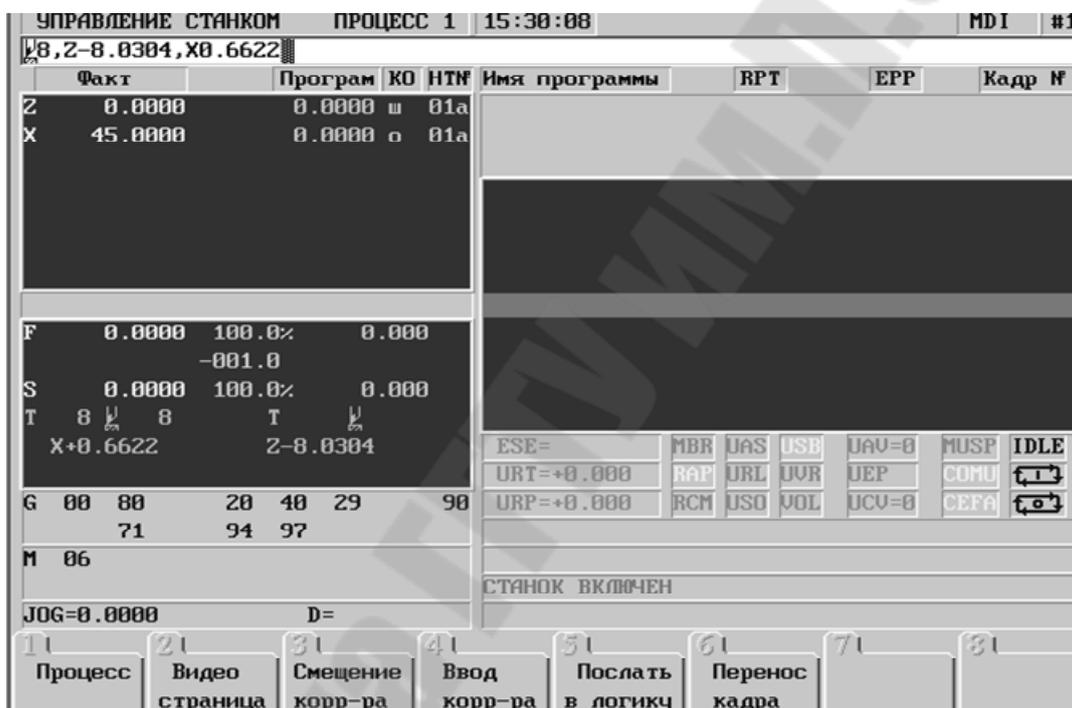

Рис. 7.14. Ввод корректоров клавишей «Ввод корректора»
**Первый способ.** Можно это сделать, нажав клавишу F4 меню «Ввод корректора» в режиме «Управление станком», коснувшись резцом диаметра «45 мм», внести значение  $\mu$  8,X0.6622 и нажать кнопку «ENTER». Затем коснуться резцом торца детали, внести значение  $\mu$  8,Z-8.0304 и нажать кнопку «ENTER», соблюдая процедуру, описанную выше, при этом внизу слева на дисплее, где высветился символ T8, ниже высветятся значения корректора 8,X+0.662, Z-8.0304. Эти значения будут записаны и в файл «FILCOR» (рис. 7.14).